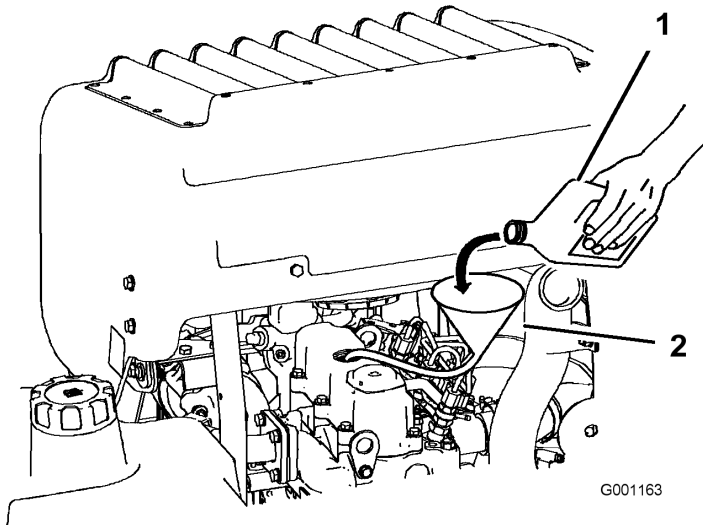

Bild 34
3. Verwenden Sie einen Schlauch und Trichter, wenn Sie Öl nachfüllen müssen (Bild 34).